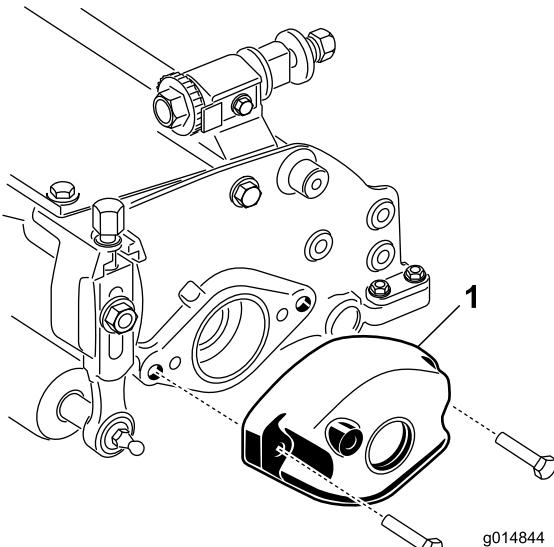

図 13
- A. カウンタ・ウェイトをカッティングユニットの左側に固定しているボルト (2本) を外す。カウンタ・ウェイトを取り外す (図 13)。